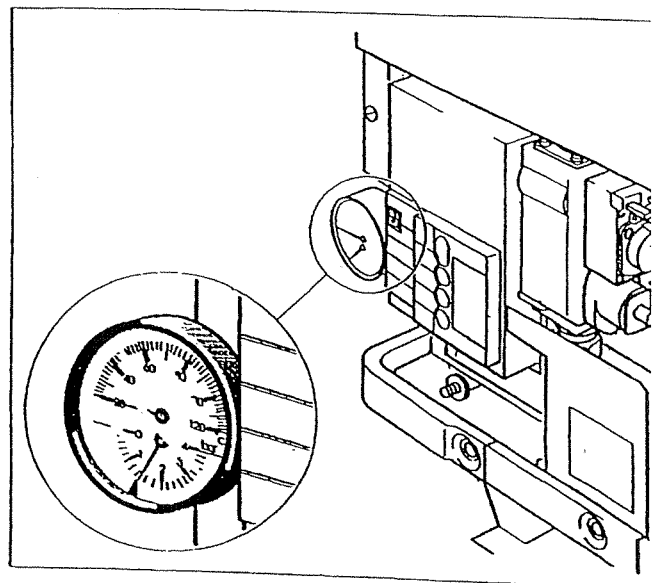

Fig. 20 Manometro
- ♦ Aprire il rubinetto e riempire l'impianto fino ad una pressione di 0,75 - 1,0 bar (Fig. 20). Il valore ideale sarebbe di 0,75 bar.